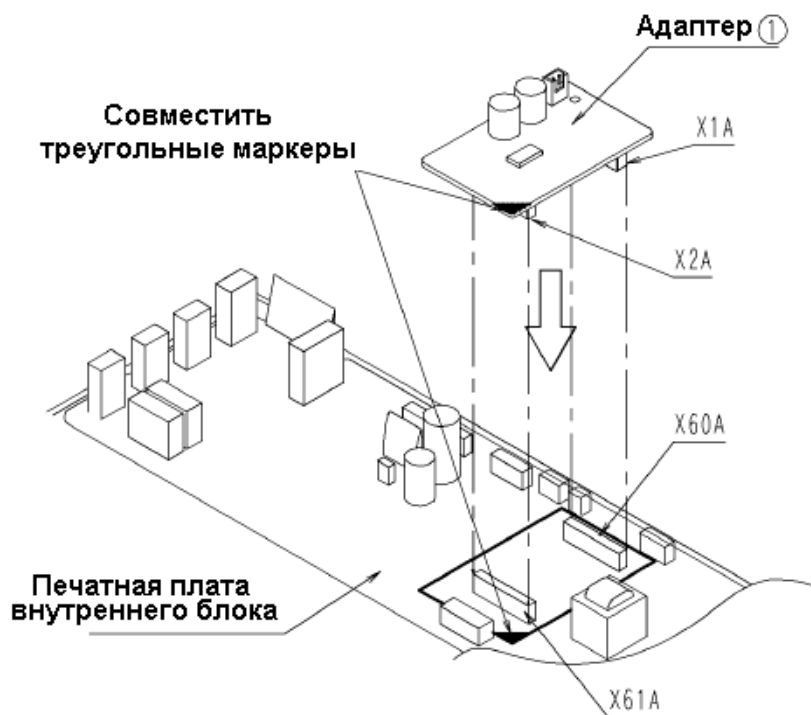

Рис.1
- Установите адаптер (1) на печатной плате внутреннего блока, совместив треугольные маркеры (рис. 1).
- Установите адаптер (1) на печатной плате внутреннего блока, совместив треугольные маркеры (рис. 1 из раздела **2. ЭЛЕКТРОМОНТАЖ ДЛЯ МОДЕЛЕЙ FFQ**).